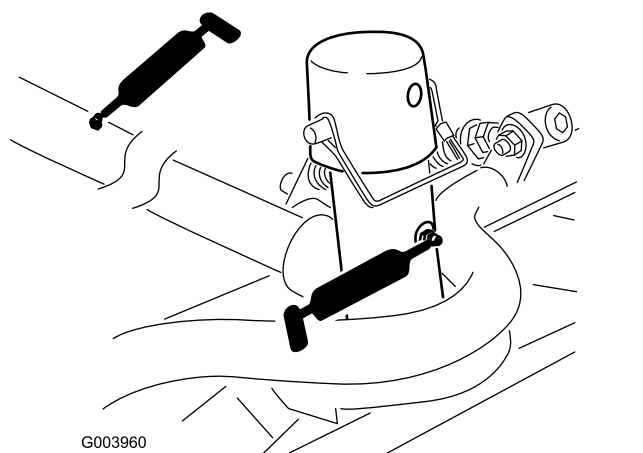

Bild 74
- Schneideinheitträgerrahmen und Drehzapfen (2) (Bild 74)